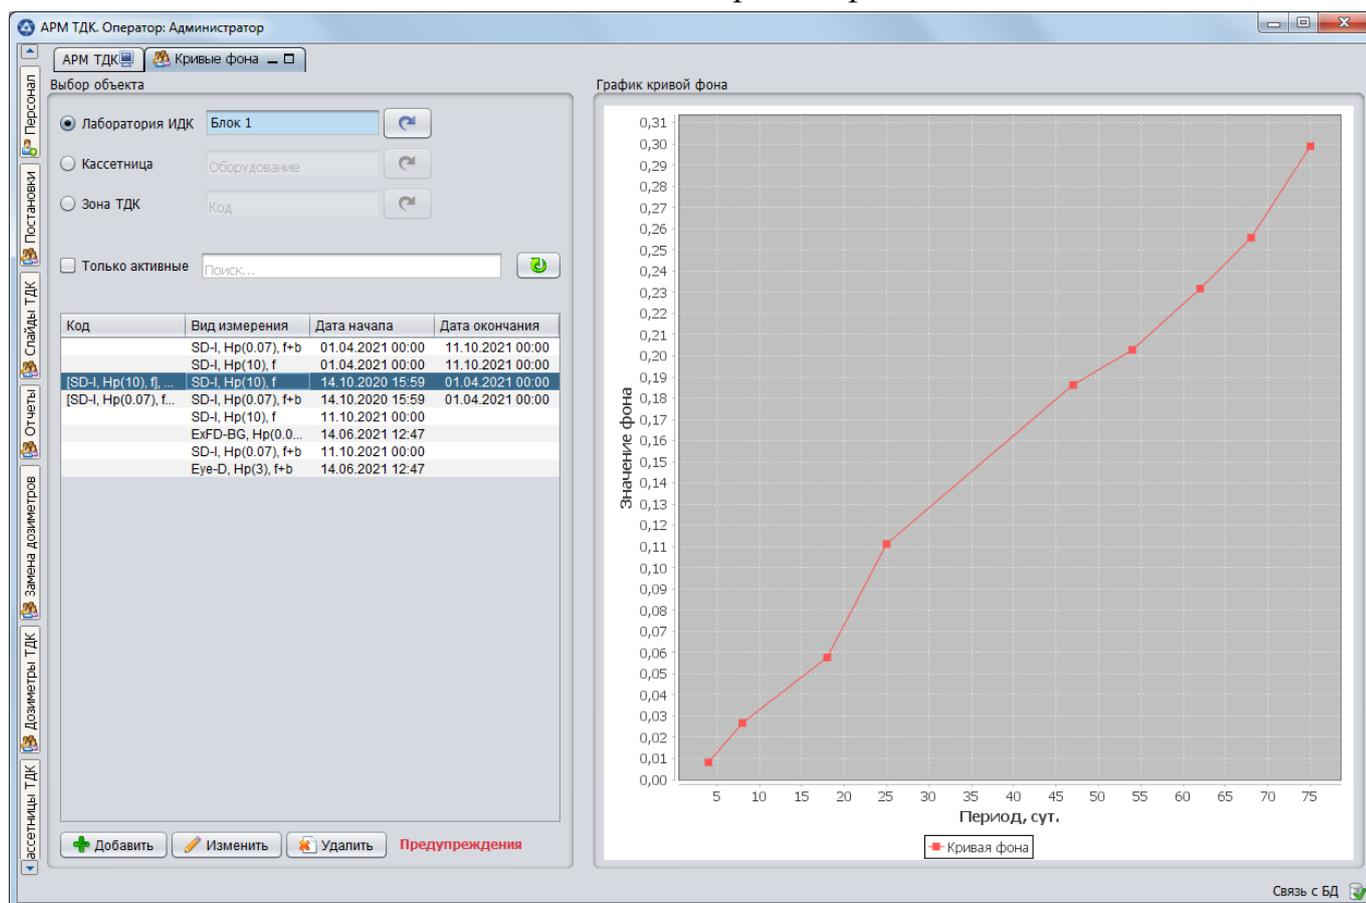

Рисунок 15
3.4.13.1. Панель «Кривые фона» предназначена для управления кривыми фоновых значений, полученных при измерениях слайдами ТДК. Состав панели «Кривые фона» приведен на рис. 15.